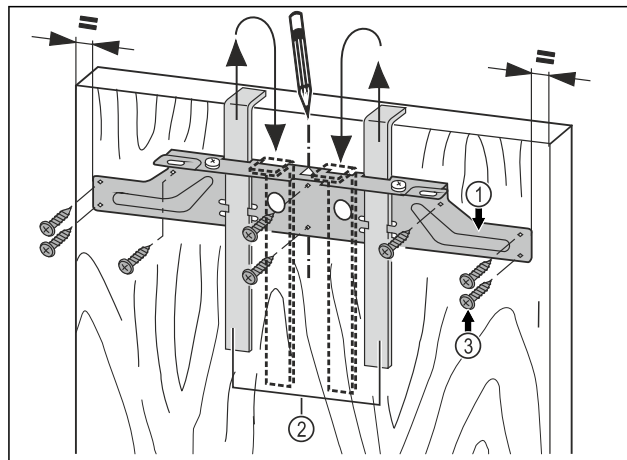

Fig. 19
- Agganciare la traversa di fissaggio Fig. 19 (1) con gli ausili di montaggio Fig. 19 (2) al lato interno della porta del mobile.
- Allineare la traversa di fissaggio Fig. 19 (1) centralmente sulla porta.
- Avvitare la traversa di fissaggio Fig. 19 (1) con almeno 6 viti Fig. 19 (3).
- Avvitare la traversa di fissaggio Fig. 19 (1) con 4 viti Fig. 19 (3) sul bordo.
- Estrarre verso l'alto gli ausili di montaggio Fig. 19 (2) e inserirli ruotati nelle aperture di supporto adiacenti.